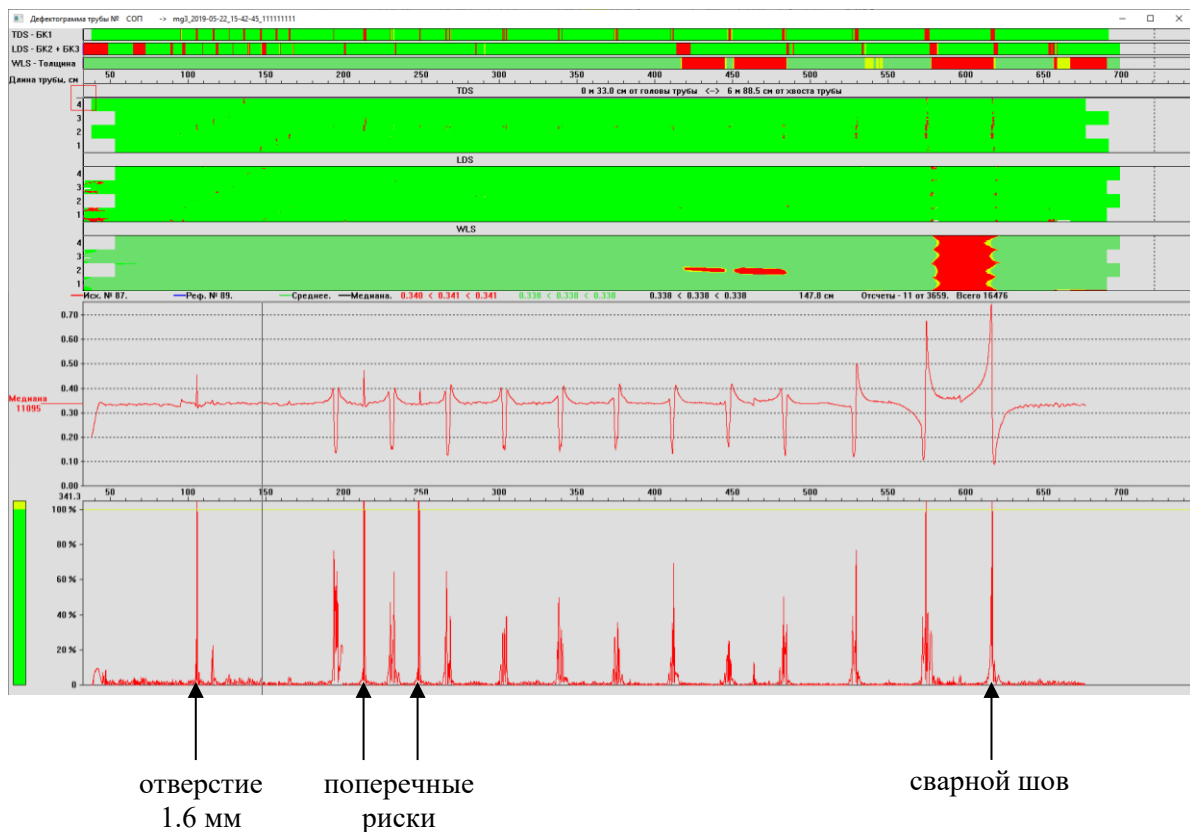

Рисунок 14 – Дефектограмма СОП и сигналы (исходный и обработанный) от датчика, на который попали отверстие и поперечные риски
- Возможность детального изучения сигнала от дефекта для оценки глубины дефекта (рис. 14).